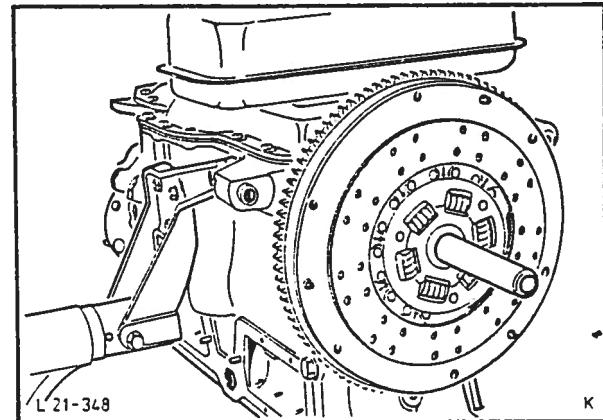

Fig. 71 Sentring av lamellplate med spesialverktøy 21-067.
45. Sentrer clutchens lamellplate med spesialverktøy 21-067 og monter clutchens trykkplate som angitt, fig. 71.